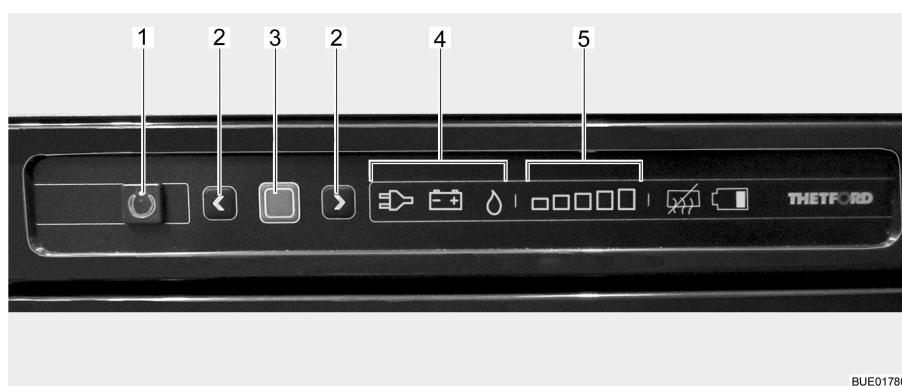

Fig. 93 Elementos de mando para el frigorífico
El modo de funcionamiento actual será visualizado por medio de un símbolo iluminado (Fig. 93,4) en la unidad de mando.
Una vez conectado, el frigorífico selecciona automáticamente el último ajuste seleccionado del termostato. Este reajuste puede modificarse manualmente con las teclas de flecha (Fig. 93,2). Las barras luminosas de la visualización de las etapas de refrigeración (Fig. 93,5) indican el ajuste seleccionado del termostato. Con las teclas de flecha se ajusta la temperatura de refrigeración para los tres tipos de energía. Pasan algunas horas hasta que el frigorífico alcanza la temperatura de servicio normal. Al conmutar el modo de funcionamiento se mantiene el ajuste del termostato. La temperatura de refrigeración se mantiene independientemente del tipo de energía.
- Presionar la tecla On/Off (Fig. 93,1) por 1 segundo. La tecla (Fig. 93,1) se iluminará de color verde. Después de aprox. 10 segundos, la visualización se atenuará automáticamente por razones de ahorro de energía.
- Pulsar la tecla de confirmación (Fig. 93,3) por aprox. 2 segundos. Los símbolos de los modos de funcionamiento (Fig. 93,4) estarán parpadeando.
- Para cambiar el modo de funcionamiento, pulsar las teclas de flecha (Fig. 93,2).
- Para el funcionamiento a gas, seleccionar el modo de funcionamiento Gas con las teclas de flecha (Fig. 93,2). El suministro de gas está abierto. El encendido se realiza automáticamente. Se oye un sonido de tic-tac hasta que el proceso de encendido se haya llevado a cabo con éxito.
- Pulsar la tecla de confirmación (Fig. 93,3).
- Pulsar de nuevo la tecla de confirmación (Fig. 93,3). La etapa de refrigeración actual será visualizada por medio de las barras luminosas (Fig. 93,5).
- Para cambiar el ajuste, pulsar las teclas de flecha (Fig. 93,2) hasta que se visualice el ajuste deseado.
- Pulsar la tecla On/Off (Fig. 93,1) por aprox. 2 segundos. Se apagarán todos las lámparas. El frigorífico está desconectado.